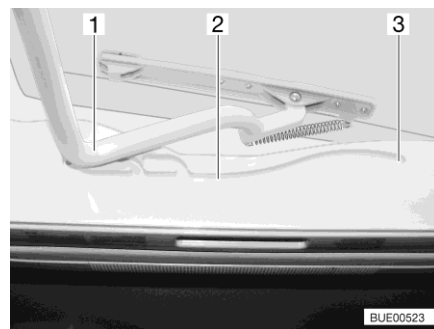

Bild 28 Spår (Heki-taklucka)
- Dra in bygeln (Bild 28,1) i spåren (Bild 28,2) till den bakersta positionen (Bild 28,3).
- Tryck bygeln (Bild 28,1) lätt uppåt med båda händerna.
- Drag bygeln till önskad position i spåret (Bild 28,2).